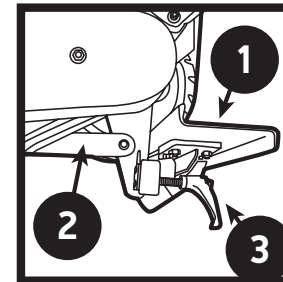
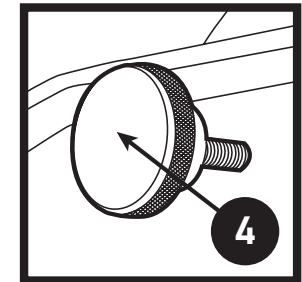

Figure 7
Figure 8
1. Ajuster le support de travail et le bras de support de travail à la position désirée à l'aide du levier de verrouillage de l'accessoire. (Figure 7). S'assurer que l'intervalle entre la face de la bande abrasive et l'appui de travail soit de 3,175 mm au maximum. **AVERTISSEMENT : Soyez avisé que des sections minces de pièces travaillées peuvent passer à travers cet intervalle si l'intervalle n'est pas correctement ajusté. Des pièces travaillées projetées peuvent entraîner des blessures graves.**
3. Démarrer le moteur en plaçant l'interrupteur de marche-arrêt à la position de marche (ON). La bande devrait tourner librement en sens antihoraire autour des roues d'acheminement de la bande de la machine. Si une de ces conditions n'est pas respectée, arrêter immédiatement la machine.
a. Si la bande abrasive ne demeure pas au centre de la roue de contact pendant le mouvement de la courroie, utiliser le bouton d'ajustement de positionnement (Figure 8) situé du côté supérieur gauche de la machine pour ajuster le positionnement de la bande. La bande se déplace vers la gauche lorsque le bouton est tourné en sens horaire et la bande se déplace vers la droite lorsque le bouton est tourné en sens antihoraire.